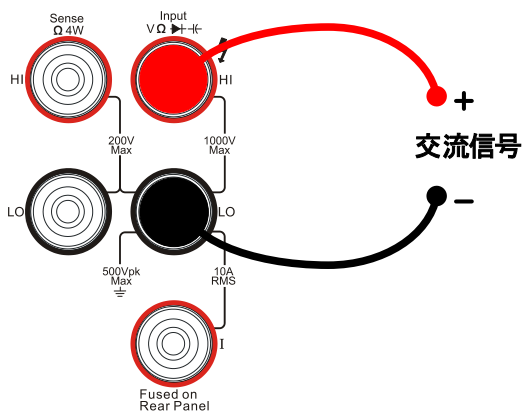

図 2-30 結線図
1. 図 2-30 のように付属の赤色テストリード線を「Input HI」端子に、黒色テストリード線を「Input LO」端子に接続します。